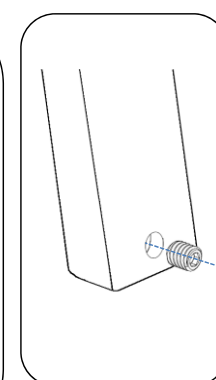

Figura 1.6
2. Después del tiempo de vulcanización adecuado, coloque el banco sobre los pernos de montaje superficial e instale los tornillos de fijación como se muestra en la figura 1.6.